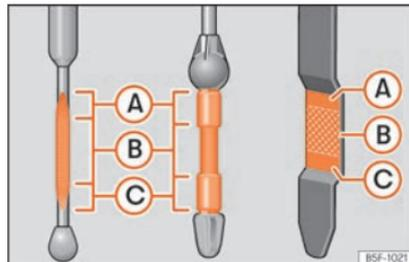

Abb. 213 Ölmesstab
»» **Abb. 213**. Füllen Sie gegebenenfalls Motoröl nach.
- Wenn der Ölstand mindestens den Bereich »» **Abb. 213 (B)** erreicht hat, vorsichtig den Deckel des Einfüllstutzens aufschrauben »» **ⓘ**.
Liegt der Ölstand über dem Bereich »» **Abb. 213 (A)**, starten Sie den Motor bitte nicht. Dies könnte zu einer Beschädigung des Motors und des Katalysators führen. Wenden Sie sich an einen Fachbetrieb.
Der Ölstand darf keinesfalls über dem Bereich »» **Abb. 213 (A)** stehen, andernfalls könnte Öl über die Entlüftung der Motorölpumpe angesaugt werden und über die Abgasanlage in die Atmosphäre gelangen. »»